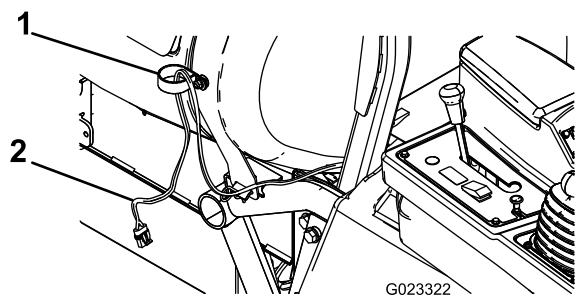

Figura 3
- 5. Pase el extremo del arnés de cables que va al carrete de la manguera a través de la abrazadera en R, según se muestra en Figura 3.